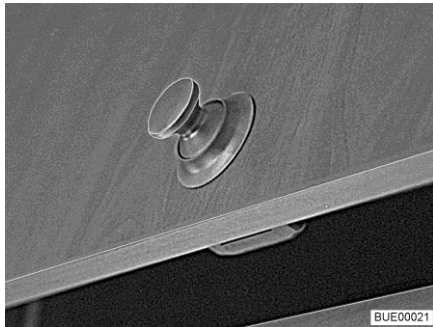
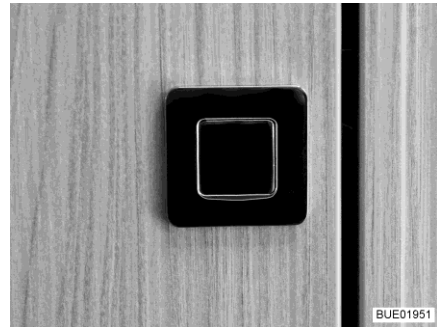

Fig. 61 Sportello del mobile con bottone automatico (tondo)
Fig. 62 Sportello del mobile con bottone automatico (rettangolare)
- Esercitare una pressione sulla parte interna della serratura. Il bottone automatico (Fig. 61 o Fig. 62) scatta all'infuori.